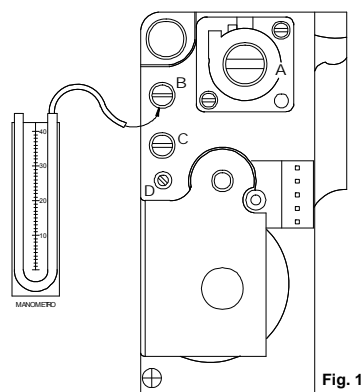

Fig. 1
6. Agire con un cacciavite a taglio sulla vite D (vedi fig.1 al parametro 11);
- a. togliere il tappo in alluminio **A** (fig.1) e agire con un cacciavite sulla vite in plastica per regolare la massima pressione gas in sanitario;